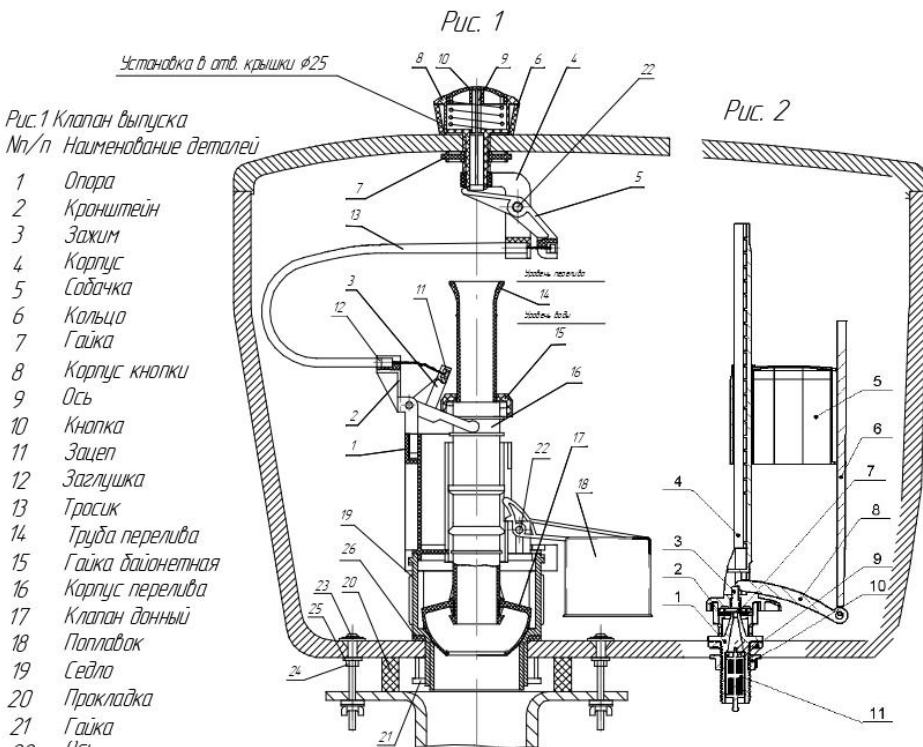

Рис.1 Клапан выпуска
5.1. Монтаж вести в последовательности согласно рис.1-рис.9